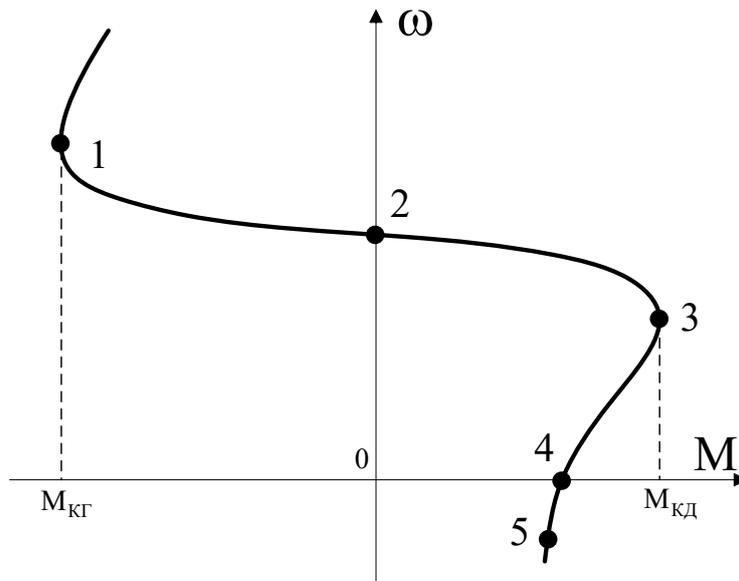

Рис. 3.1. Механическая характеристика АД
9. Определите частоту тока в роторе асинхронного двигателя в точках 1, 2, 3, 4 и 5 (см. рис. 3.1). Частота тока статора $f_1 = 50$ Гц; число пар полюсов $p_{\text{п}} = 2$. $\omega_1 = 180$ рад/с; $\omega_2 = 157$ рад/с; $\omega_3 = 120$ рад/с; $\omega_4 = 0$ рад/с; $\omega_5 = -30$ рад/с.